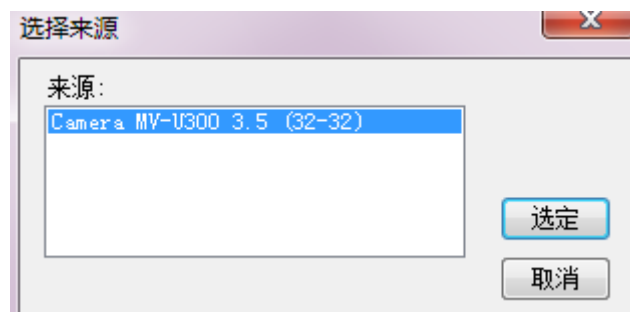
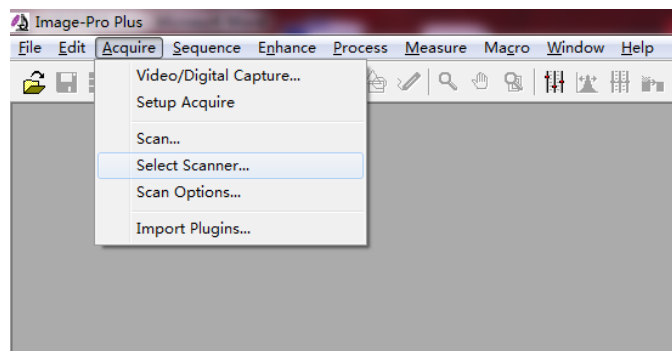

图 5.5 TWAIN 设备选择对话框
图 5.8 Image-Pro Plus 中选择 TWAIN 设备
2. 启动 Image-Pro Plus 后，点击“Acquire”菜单，选择 “Select Scanner...” ，如图 5.8 所示。在弹出的设备选择对话框中可以看到我们的 U300 相机，如图 5.5 所示。您的电脑中可能存在多个 TWAIN 设备，在列表选中 Camera U300 后，点击选定按钮。
3. 点击“Acquire”菜单，选择 “Scan...” ，如图 5.8 所示。点击后，弹出相机的 TWAIN 采集预览窗口，如图 5.2 所示。